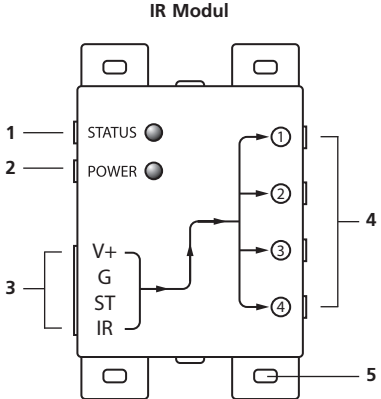

Abbildung 1
2. Stecken Sie die benötigten IR Verlängerungskabel (mit den 2 IR LED) in das IR Modul (Abbildung 1 Nr. 4). Zu den IR LED ist eine selbstklebende Folie mitgeliefert. Hiermit können Sie die IR LED an das IR Fenster Ihres AVV Geräts befestigen. Achtung: dies erfordert große Genauigkeit. Testen Sie zunächst die Position und den Betrieb der IR LED, bevor Sie diese definitiv an das IR Fenster Ihres AVV Geräts festkleben.